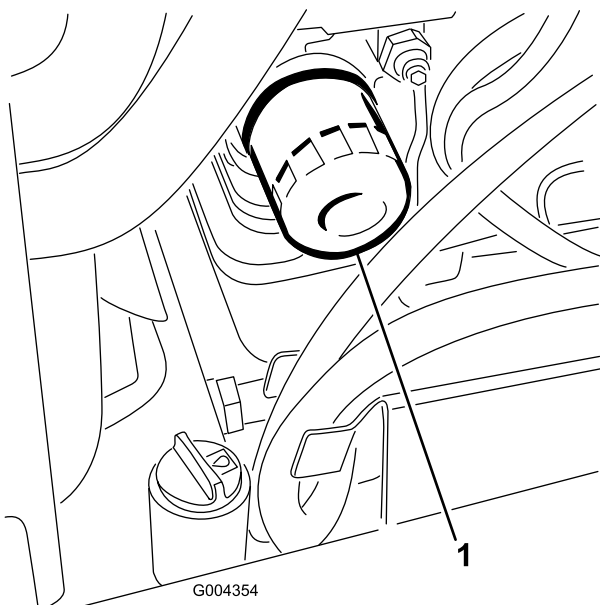

Bild 36
3. Entfernen Sie den Altfilter und wischen Sie die Dichtfläche am Anbaustutzen (Bild 36) ab.